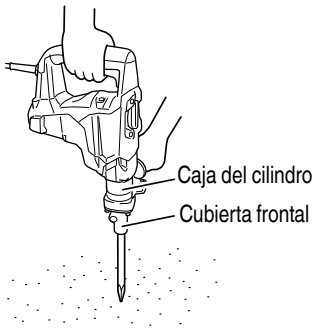

Fig. 5
2. Cómo tallar o demoler (Fig. 5)